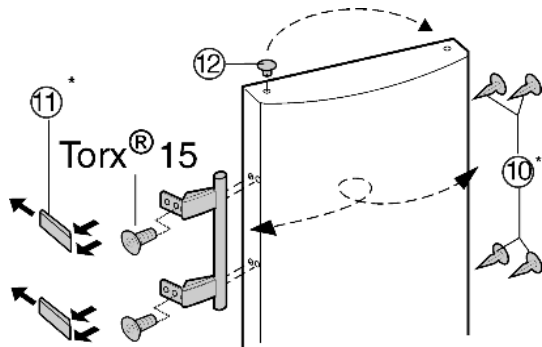

Fig. 8
- ▶ Витягніть пробки Fig. 8 (12) із втулок на дверцяті і переставте їх.
- ▶ Зніміть пробки Fig. 8 (10), пластини Fig. 8 (11) та ручки і переставте на протилежний бік.